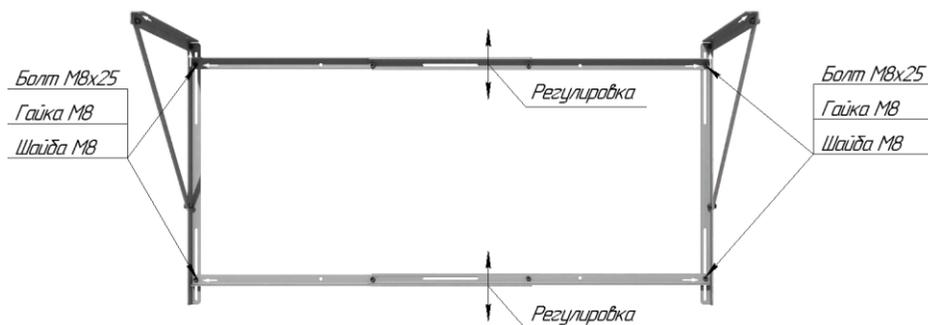

Рисунок 6
5. Собрать боковые стороны с перемычками с помощью Болтов М8х25, Гаяк М8 и Шайб ø8. **Рис.6.** Овальные отверстия на боковых сторонах позволяют регулировать расстояние между перемычками.